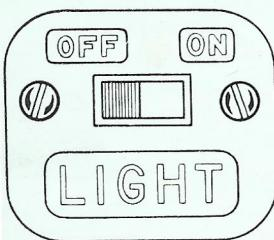
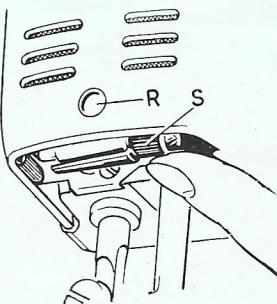

Fig. 18a
Fig. 19
- Push switch « Light » (Fig. 18a) in position « ON ». The red signal light « R » (Fig. 19) will light up.
NOTE - Lighting can be eliminated by turning shade « S » (Fig. 19).